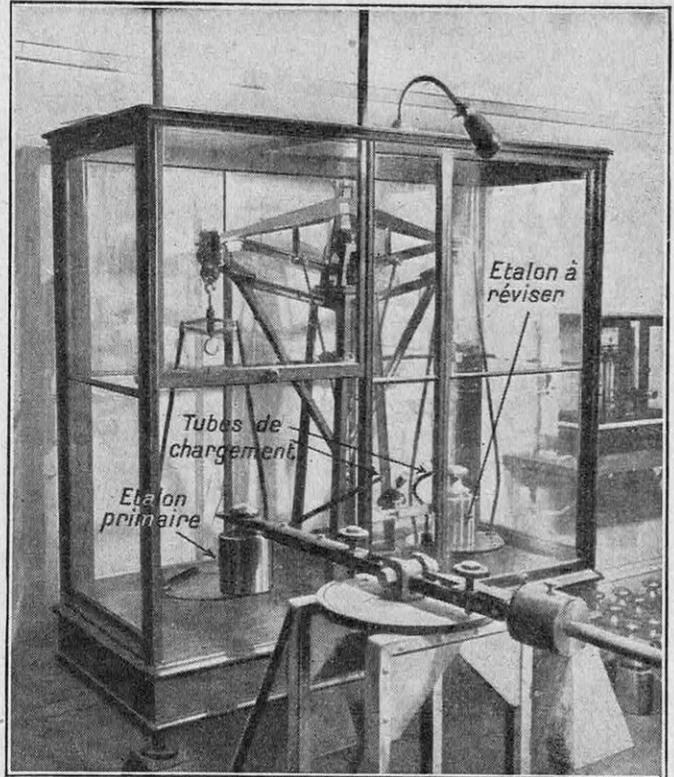

FIG. 10. — LA SECONDE PESÉE D'UN ÉTALON EN RÉVISION
Sur une première balance, spécialement établie et qui symbolise le progrès technique lui-même, puisqu'elle est du genre automatique (1), l'étalon à tarer subit une première pesée. On verse dans l'étalon des grenailles de grosseur décroissante (voir la figure 10 de la page 26), jusqu'à ce que soit atteint l'ordre de précision de cette première pesée. Ensuite, on passe l'étalon, par des
(1) Voir *La Science et la Vie*, n° 178, page 304.